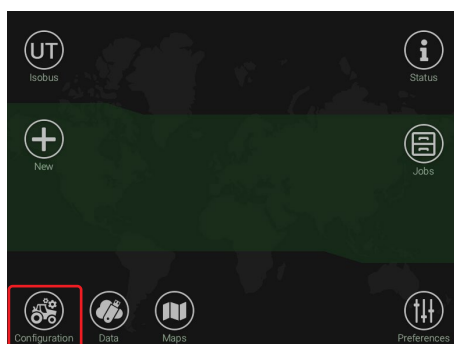

Fig. 28
- Press **Configuration** (Fig. 28).